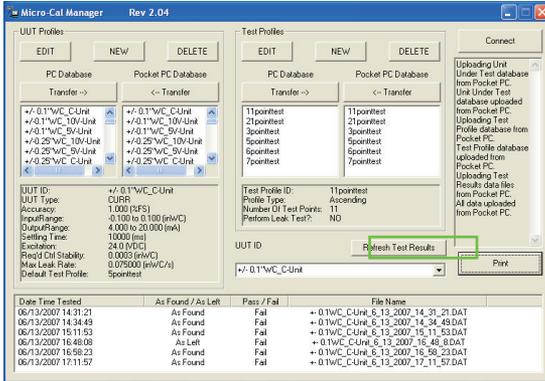

图34
3. 如果在建立连接后创建了新的数据文件，可以按REFRESH TEST RESULTS按钮上传这些新文件，该按钮的实际效果是重复连接时的复制操作。请参见图34。